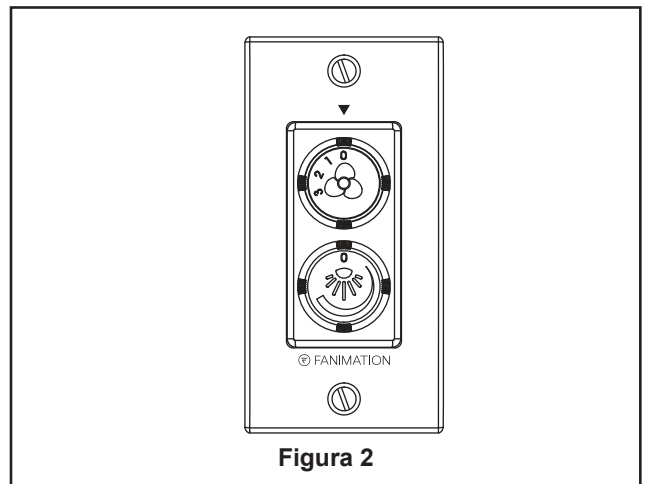

Figura 2
2. Funciones de control de pared: (Figura 2)